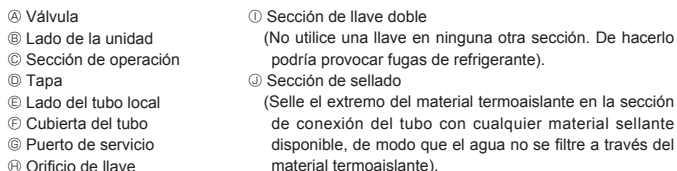

Fig. 4-7
- Lado de gas de la válvula de parada (Fig. 4-7)